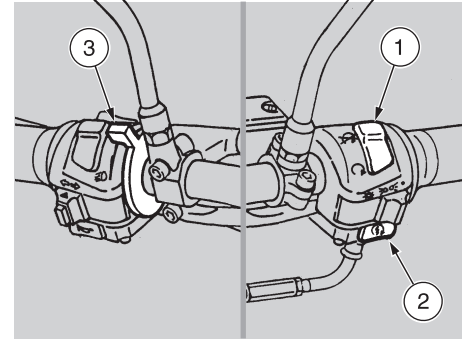
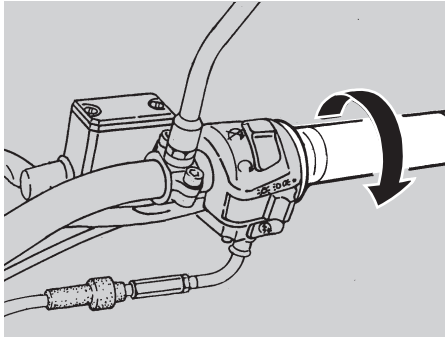

Fig. 23
Fig. 24
- ◆ Coloque el interruptor de detención motores en posición "O" (1-Fig. 23).
- ◆ Apriete el pulsador de arranque "⊕" (2-Fig. 23) sin acelerar soltándolo una vez que el motor se haya puesto en marcha. Si el arranque se realiza con el motor frío, tire de la palanca "|\|" (3-Fig. 23).
- ♦ Lleve la palanca "1\2" (3-Fig. 23) completamente hacia delante.
- ♦ Apriete el pulsador "⊕" (2-Fig. 23) por algunos segundos (haciendo funcionar el motor en vacío) con el puño de gas completamente girado (Fig. 24).